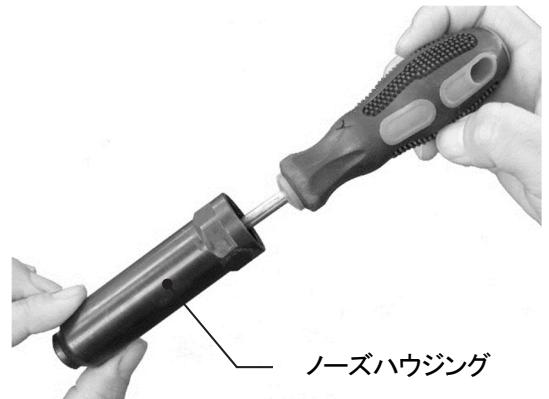

図 7-6
- 2)マイナスドライバー等でノーズハウジング内部に堆積した金属粉等を排除してください。(図 7-6)